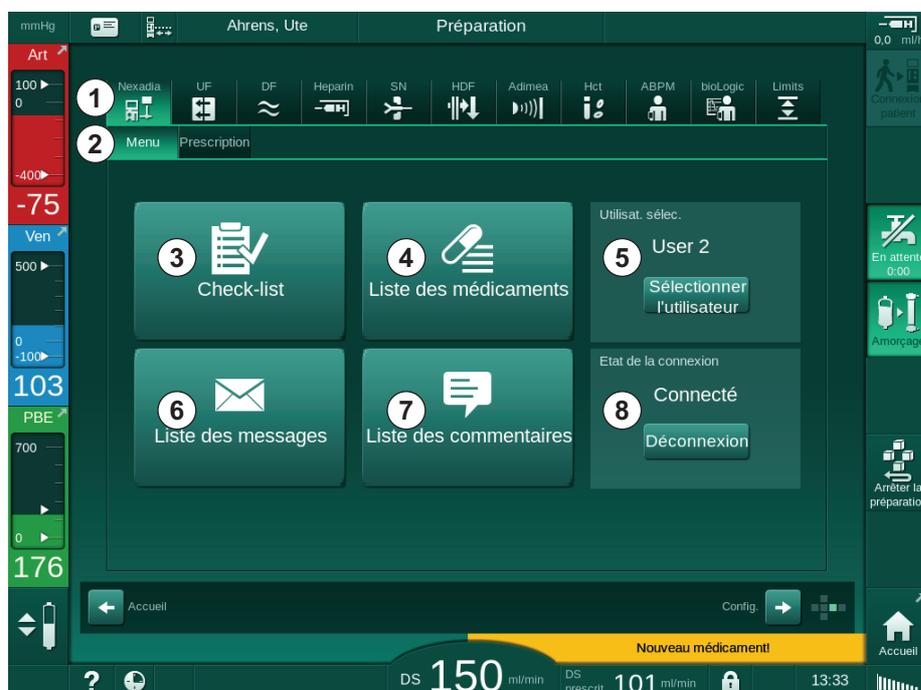

Fig. 11-36 Menu Nexadia sur l'écran *Entrée*
Lors de l'utilisation de Nexadia, l'appareil est en mesure d'envoyer et / ou de recevoir des informations (par ex. messages, commentaires et listes) entre l'appareil et le serveur de données. Il y a également une sélection de l'utilisateur. Ces fonctions sont gérées dans le menu Nexadia. Ce menu s'ouvre en touchant l'icône *Nexadia* (Fig. 11-36, ①) et le bouton *Menu* ② sur l'écran *Entrée*.
1. Appuyer sur *Sélection de l'utilisateur* dans le menu Nexadia (Fig. 11-36 Menu Nexadia sur l'écran Entrée (321), ⑤).
1. Toucher l'icône *Liste de commentaires* dans le menu Nexadia (Fig. 11-36 Menu Nexadia sur l'écran Entrée (321), ⑦).
1. Toucher l'icône *Check-list* dans le menu Nexadia (Fig. 11-36 Menu Nexadia sur l'écran Entrée (321), ③).
1. Toucher l'icône *Liste des médicaments* dans le menu Nexadia (Fig. 11-36 Menu Nexadia sur l'écran Entrée (321), ④).
1. Toucher l'icône *Liste de messages* dans le menu Nexadia (Fig. 11-36 Menu Nexadia sur l'écran Entrée (321), ⑥).